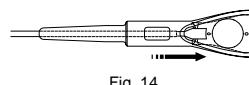

Fig. 14
- Før pincettens kæber, og grib fat i fodpladen på ICL eller TICL, så positioneringsmærket på ICL eller TICL er justeret med kæberne. (Fig. 14)
- Åbn pincettens kæber, og grib fat i fodpladen på ICL eller TICL, så positioneringsmærket på ICL eller TICL er justeret med kæberne. (Fig. 14)